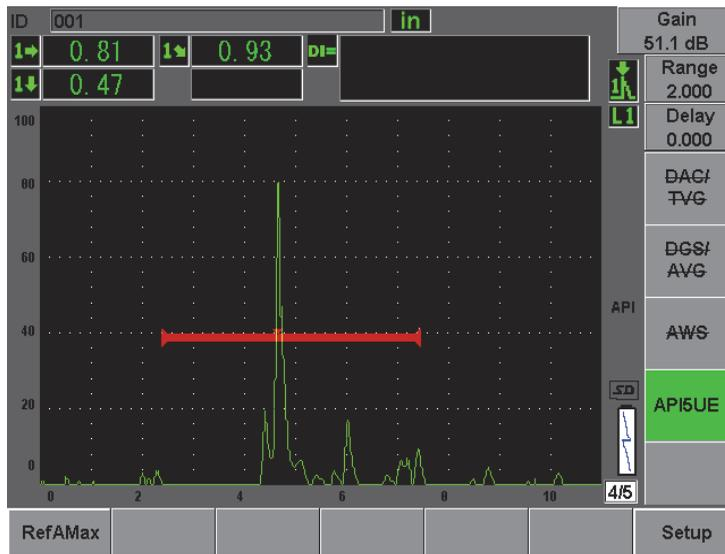

Figure 12-25 Stockage du point A_{max}
5. Appuyez sur les touches **[P1] RefAMax** pour stocker le point A_{max} , et puis appuyez sur la touche **[P1]** pour confirmer (voir la Figure 12-25 à la page 267).